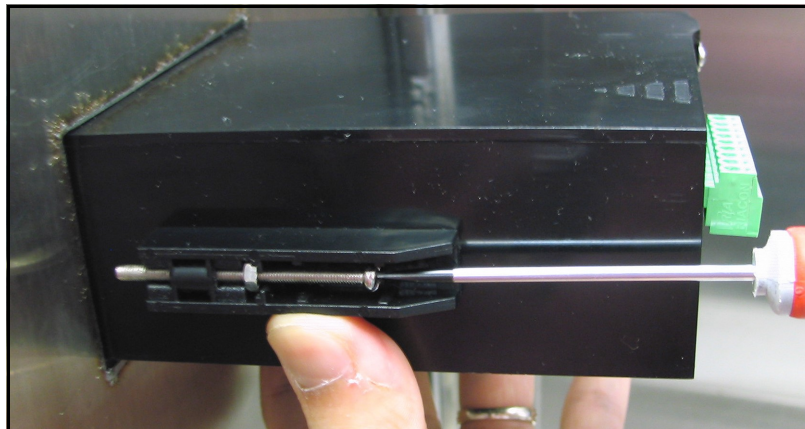

Figura 14: Fissaggio dell'*igrometro a canale unico* sul pannello
6. Con un cacciavite avvitare le viti delle staffe sul retro del pannello e fissare l'*igrometro a canale unico* nell'apertura del pannello (vedere Figura 14).